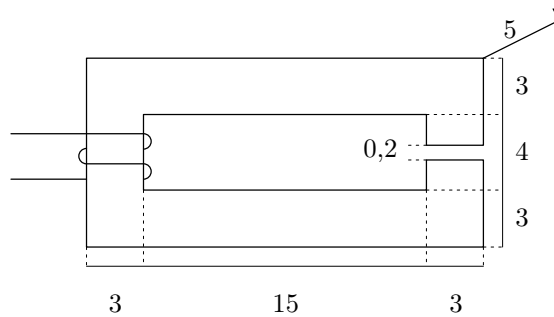

Figura 9.5: Circuito magnético del problema 16.
16. La bobina del circuito magnético de la figura 9.5 lleva una intensidad de corriente de 2 A y la permeabilidad relativa del hierro es 1.0000. Calcula la reluctancia magnética del circuito, el flujo magnético y el número de vueltas de la bobina para que la inducción magnética en el entrehierro sea 1 T. Las dimensiones están expresadas en cm.